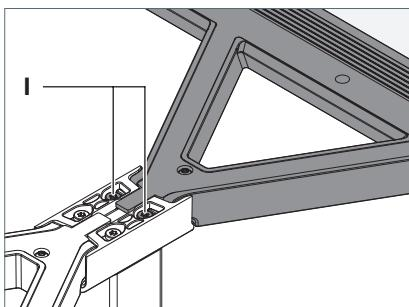

Fig. 21: Regolare la testa dell'apparecchio.
- Per abbassare una testa dell'apparecchio, ruotare le viti I che fissano questa testa della lampada in senso antiorario, vedere Fig. 21.